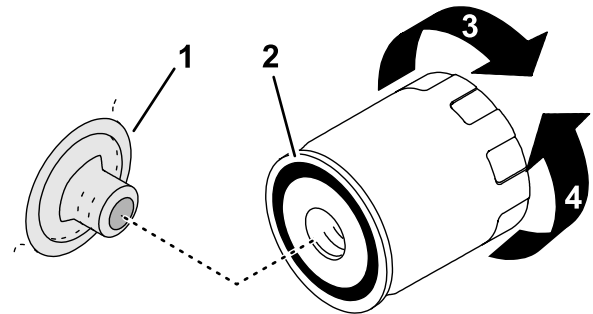

Figura 78
1. Retire el filtro de aceite girándolo en sentido antihorario (**Figura 78**).
5. Aplique una capa fina de aceite a la junta del filtro (**Figura 78**).
6. Enrosque el filtro de aceite en el adaptador del filtro hasta que la junta de goma entre en contacto con el adaptador del filtro, luego apriete el filtro media vuelta más (**Figura 78**).
- Instale y apriete las 2 bujías (Figura 78).